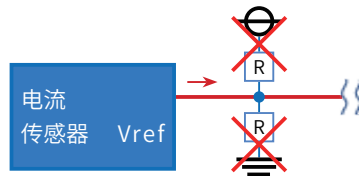

图5. Vref端子的处理(其三)
(2) 作为输出功能使用时
① 如图5所示，不要进行Vref端子的上拉或下拉处理。上拉时在电源侧的基准电压值会变动，下拉时在GND侧的基准电压值会变动。这对将Vref端子置于开放状态下使用时也是一样。